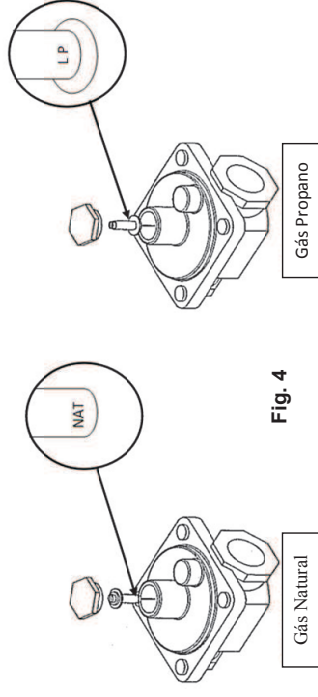

Fig. 4
2. Ajuste o regulador em 10" WC invertendo o plugue de mola do regulador. Ver Fig. 4